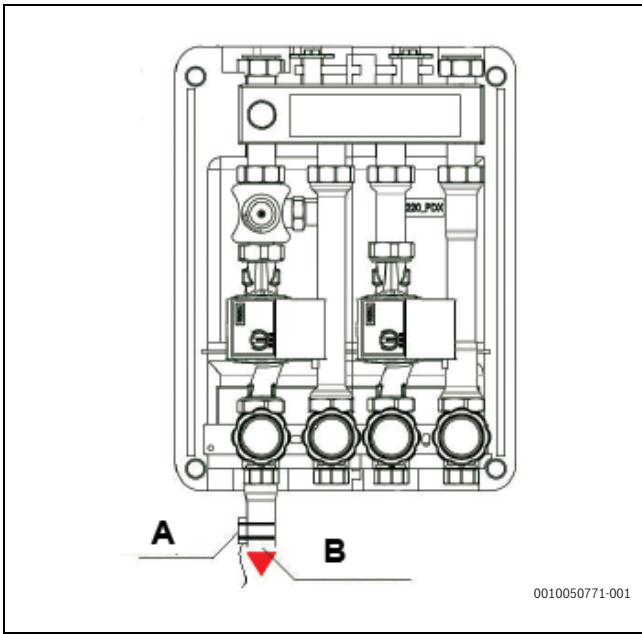

Fig. 205 Colocar la sonda de temperatura Tw2
Colocar la sonda de temperatura Tw2 (incluida en el set) T1BX - T1B30X (suministrado por separado), en el tubo de suministro de la zona de baja temperatura (→ fig. 205) utilizando las abrazaderas de tubos.
Seguir las instrucciones → fig. 205
- Acoplamiento de las piezas desmontables/reemplazables (2 o 3 en función del modelo de T-Box), (→ fig. 205).